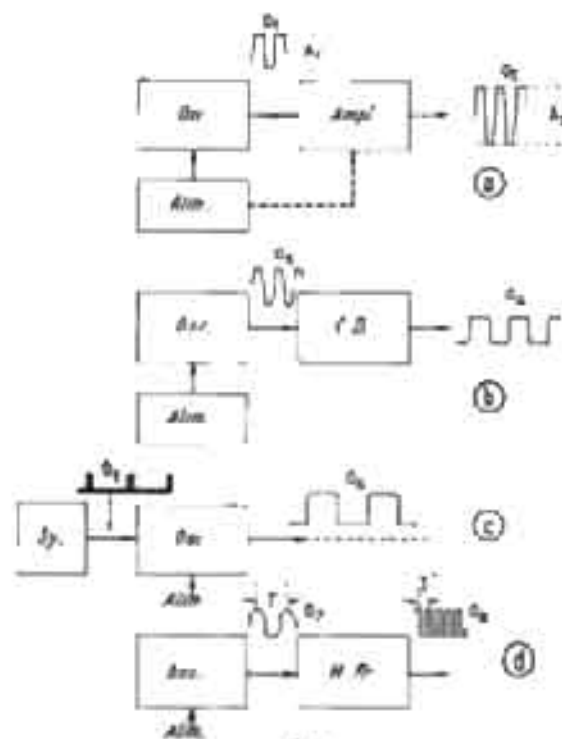

FIG. 1
Tout oscillateur peut être suivi d'un amplificateur permettant d'obtenir un signal de plus grande amplitude au point de vue tension, courant ou puissance (fig. 1 a). L'amplitude A_1 du signal O_1 est supérieure à A_2 .
Éventuellement, l'oscillateur peut être suivi d'un amplificateur ou d'un circuit déformant le signal, désigné par C.D. en (b), fig. 1.
En (c) figure 1, on représente le cas d'un oscillateur instable commandé par un signal stable O_5 fourni par un circuit, désigné souvent sous le nom de circuit de synchronisation (SY). Le signal O_5 peut avoir diverses formes, par exemple, constitué par des impulsions très brèves par rapport à la période du signal. En général, les fréquences du signal O_6 et du signal O_5 sont dans un rapport entier par exemple 1, 2, 3 ou fractionnaire exact 1/2, 1/3, etc.
En (d), figure 1, on indique un autre cas d'association d'un oscillateur avec un autre montage. L'oscillateur commandé ou non,